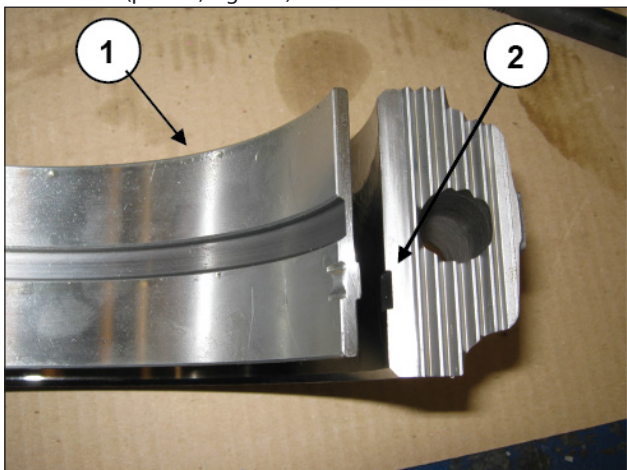

Fig. 102
Montar los semicojinetes inferiores en los sombreretes de biela (pos. ①, Fig. 102). Comprobar que la lengüeta de referencia de los semicojinetes esté dentro del alojamiento del sombrerete (pos. ②, Fig. 102).